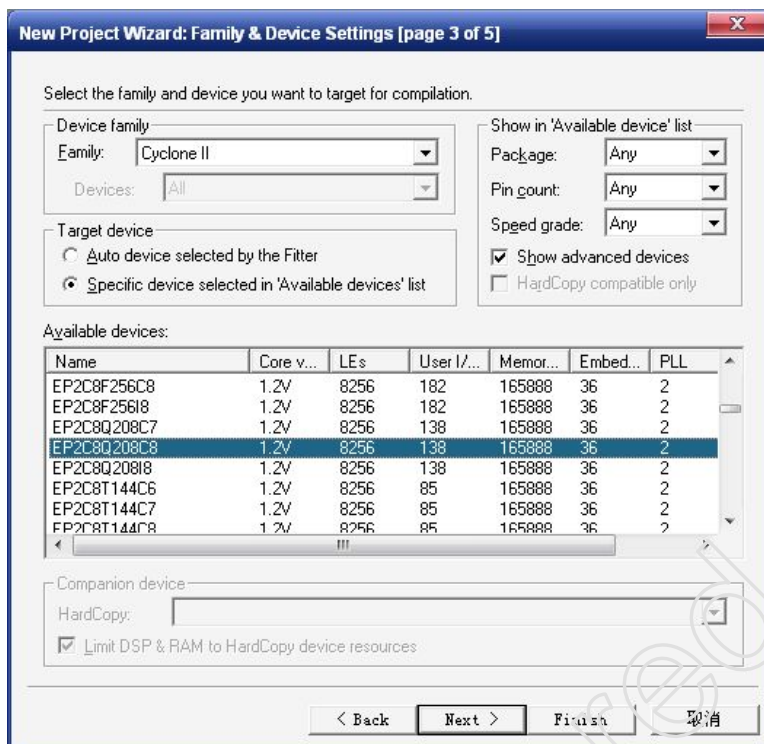

图 3.8 器件选择配置
3. 如图 3.8 所示，进行 FPGA 器件选择配置。该实例使用了特权打造的 SF-NIOS2 FPGA 板，其上的 FPGA 为 Cyclone II 家族 EP2C8Q208CS，其他地方使用默认配置。点击 Finish 完成 Quartus II 工程新建向导的设置。